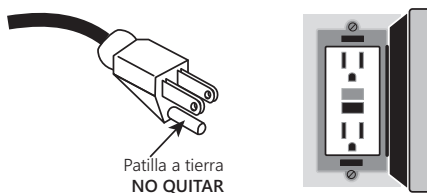

Figura 1. Patilla a tierra—No quitar
- ◆ No desmonte la patilla a tierra (vea la Figura 1). Si se corta el cable o el enchufe la garantía quedará anulada y la bomba no funcionará.